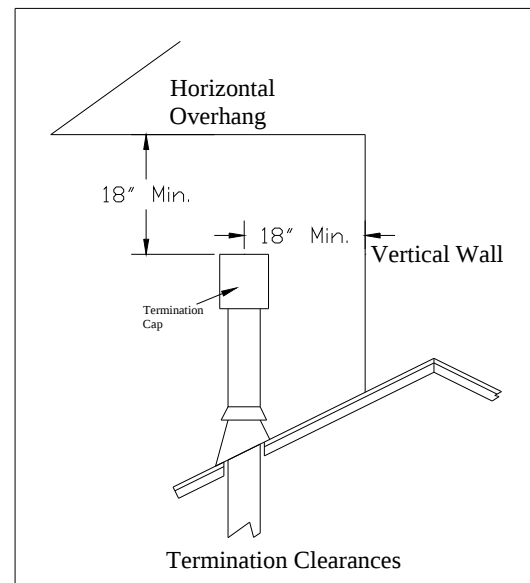

Figure 12
Le Tucson ne peut être ventilé avec un autre appareil à combustion solide ou au gaz. Il doit être ventilé directement vers l'extérieur du bâtiment en utilisant la terminaison listé dans ce manuel. Les systèmes de ventilation approuvés pour le Tucson sont : Simpson Dura-Vent's GS, AmeriVent Direct, EXCELDirect et Secure Vent Direct-Vent Pipe. Les différentes configurations sont montrées dans les figures 12 à 18. Après avoir choisi la configuration pour votre poêle, sélectionner le système qui conviendra à votre installation.
- Le chapeau de termination ne peut être à moins de 18"/457 mm horizontalement de tout point du toit. Voir figure 12